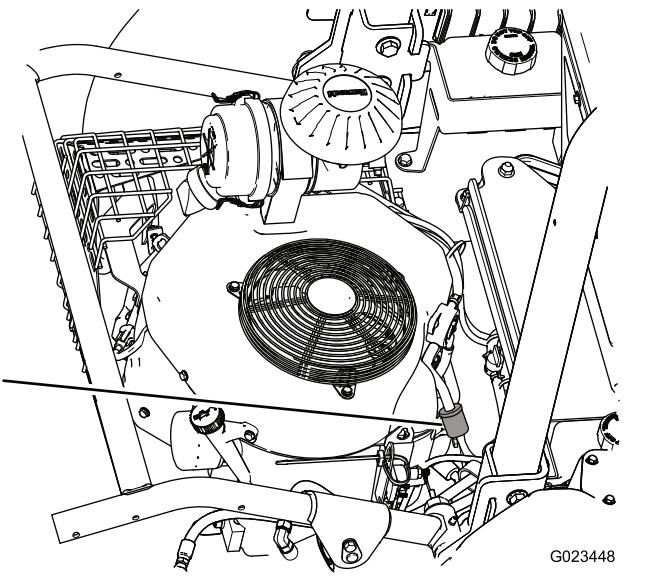
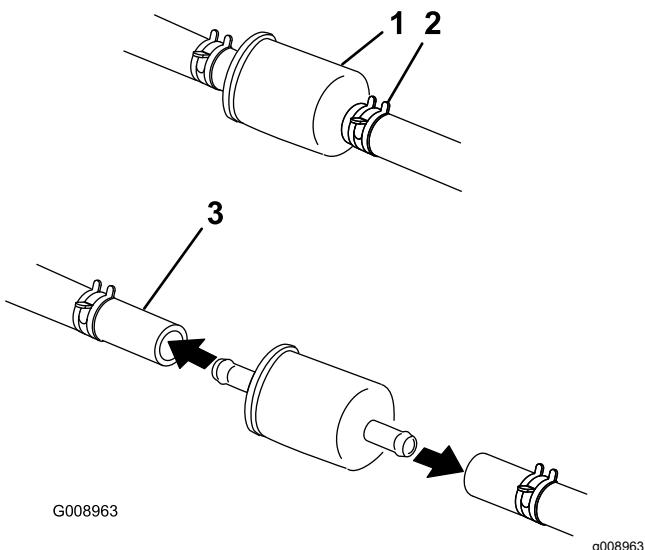

Figura 47
Figura 48
2. Desaperte o dispositivo de fixação de tubagem no lado do carburador do filtro e retire a linha de combustível do filtro (Figura 47 e Figura 48).